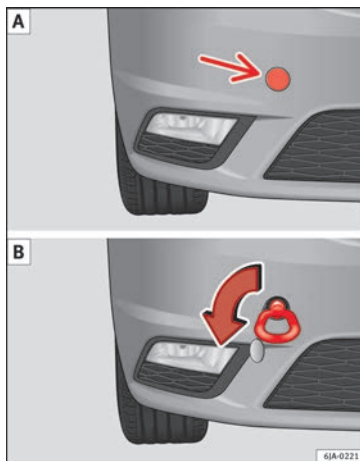

Fig. 66 Parte derecha del parachoques delantero: argolla de remolque enroscada.
- Atornille la argolla delantera en la rosca » **fig. 66** y apriétela con la llave de rueda.